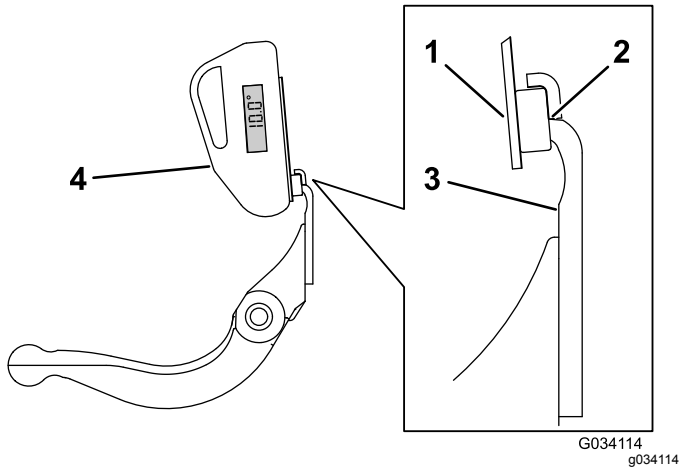

Figure 28
3. Placez le support d'indicateur d'angle sur le bord de la contre-lame de sorte à adapter le bord de l'aimant au bord de la contre-lame (Figure 28).
4. Placez l'indicateur d'angle sur le support, comme montré à la Figure 28.